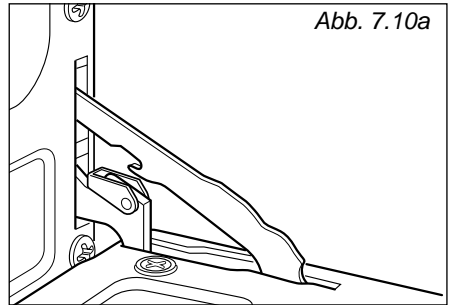

Abb. 7.10a
1. Ofentür öffnen (abb. 7.10A).